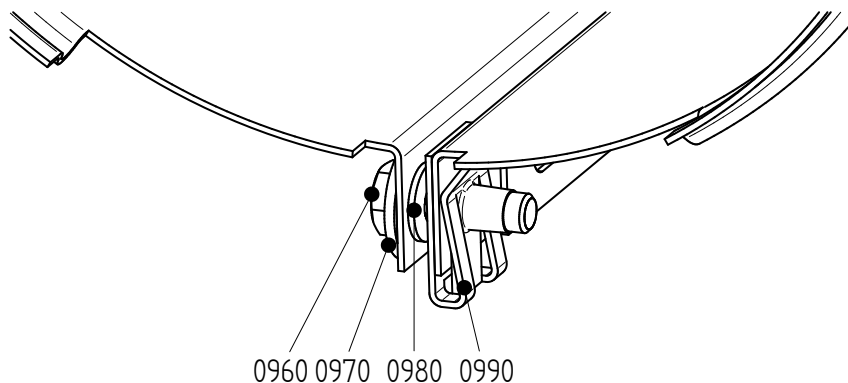

Abbildung10: Schutzhaube montieren.
- 1 Schrauben lösen (0960). Siehe Abbildung 10.
- 3 Schutzhaube schließen und Schraube (0960) anbringen. Siehe Abbildung 10.
- 5 Schutzhaube schließen und Schraube (0960) anbringen. Siehe Abbildung 10.